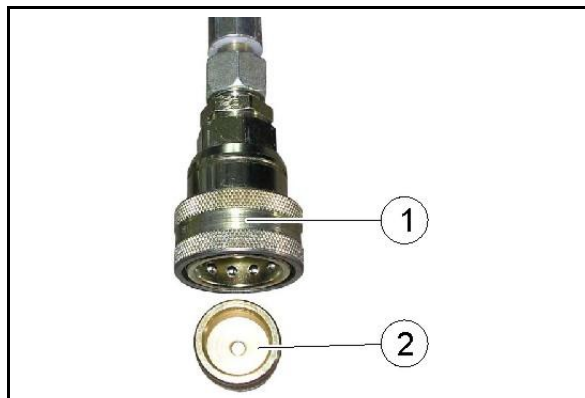

Bild 82
2. Koppla loss den hydrauliska muffen (Bild 82/1)
3. Sätt på den hydrauliska muffen på den maskinsidiga blindstutsen (Bild 82/2).